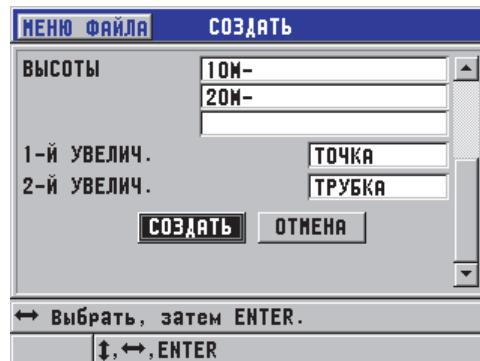

Рис. 6-25 Конфигурация диапазона ИД для бойлера
- На второй странице диалогового окна **СОЗДАТЬ** (см. Рис. 6-25 на стр. 120):